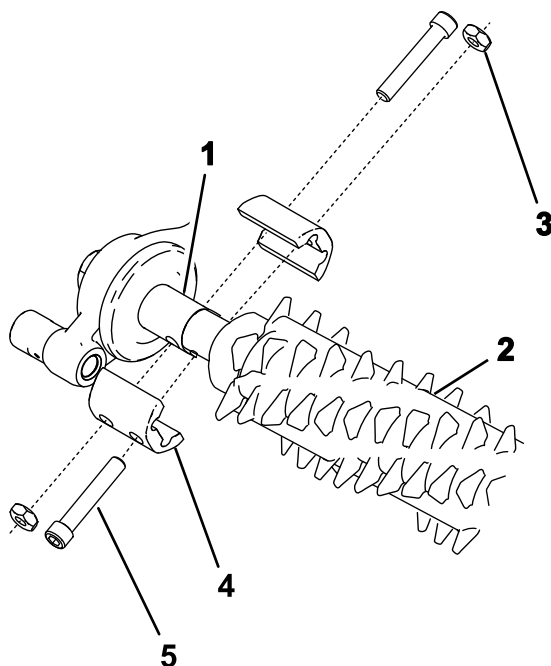

Рисунок 16
2. Совместите механическую щетку в сборе с короткими ведущими валами в блоке привода механической щетки и натяжным роликом в сборе (Рисунок 16).
3. Прикрепите механическую щетку к машине, как показано на Рисунок 16, и затяните болты.